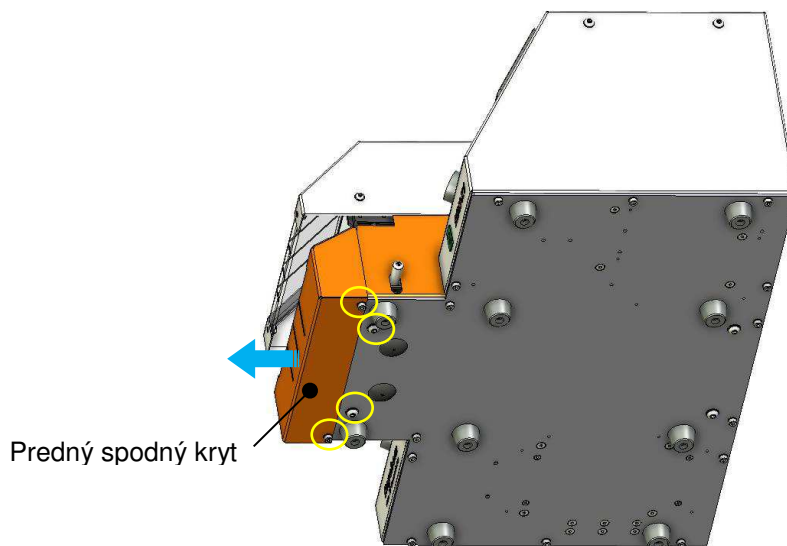

Fig.3 Odmontovanie krytu zo stroja
1. Fig.3 , na spodnej prednej strane stroja uvoľníte 4 skrutky (2 ks M4, 2 ks M6) a odstránite predný spodný kryt.